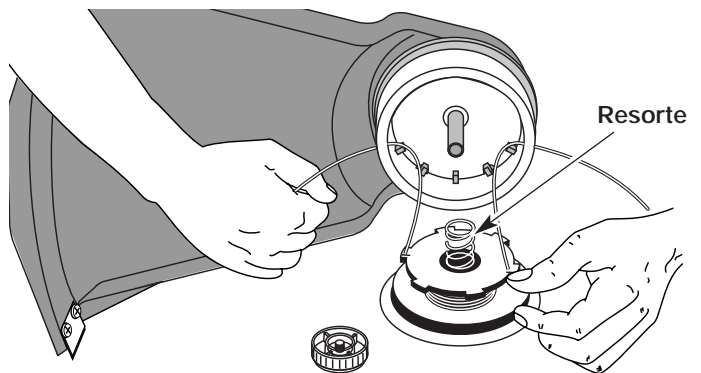

Fig. 19
13. Inserte los extremos de la línea a través de los ojillos de la bobina exterior y coloque el carrete dentro de la bobina exterior (Fig. 19). Empuje el carrete interior y la bobina exterior entre sí. Mientras sostiene el carrete interior y la bobina exterior, tome los extremos y tire con firmeza para soltar la línea de las ranuras de fijación de la bobina.
5. Inserte los extremos de la línea en los ojajillos de la bobina exterior (Fig. 19).